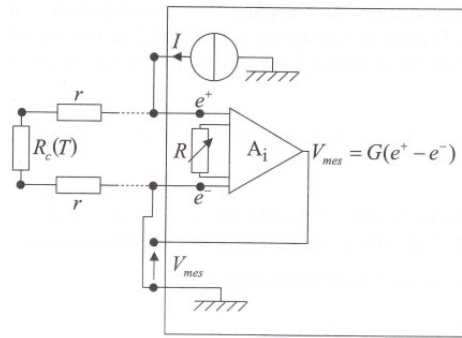

Figure 3
2. La Pt100 est maintenant mise en service à distance de la carte et on doit tenir compte de la résistance des fils de liaison. Ces fils de liaison sont des fils de cuivre de résistivité $\rho = 1,72 \cdot 10^{-8} . \Omega . m$, de diamètre $d = 0,5 \text{ mm}$ et de longueur $l = 5 \text{ m}$. Chaque fil est modélisé par sa résistance r (figure 3).